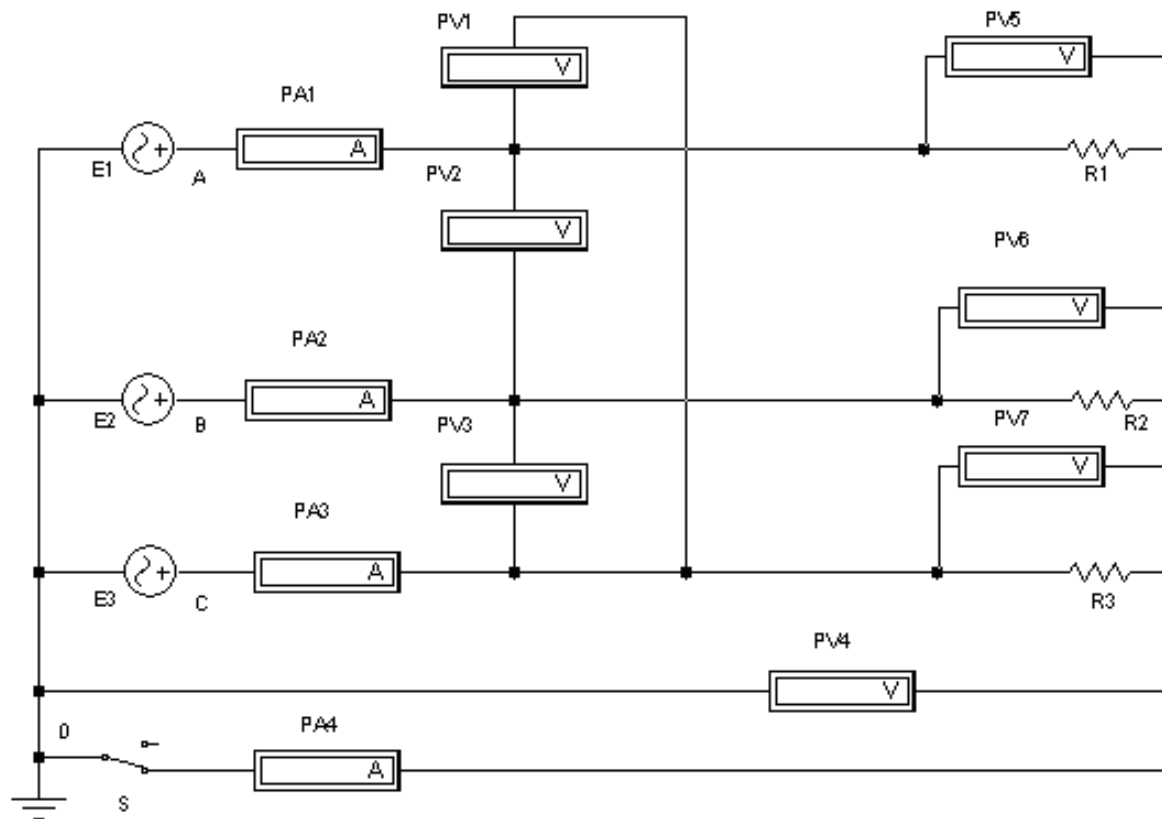

Рис. 6. Электрическая схема трехфазной цепи при соединении приемников звездой
На рис. 6 показана электрическая схема лабораторной установки для исследования трехфазной цепи при соединении приемников звездой.
1. Ознакомиться с электрической схемой, приборами и элементами (см. рис. 6). Изучить принципиальную схему электрической цепи.
1) собрать компьютерную модель схемы. Для этого, используя панель групп библиотеки компонентов и мышь, поместить на рабочее поле программы *Electronics Workbench* модели элементов схемы и измерительных приборов. Из этих элементов собрать модель электрической схемы и подключенных к ней измерительных приборов в соответствии с рис. 6. Соединение элементов производится с помощью мыши;